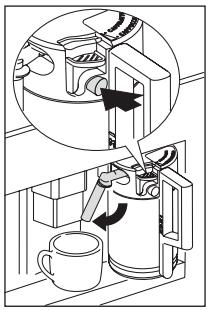

Abb. 33
- Positionieren Sie den Milchspender (Abb. 33) und stellen Sie dann eine ausreichend große Tasse unter Kaffeeauslauf und Milchspender.
- Stellen Sie einen Auffangbehälter unter den Milchspender (Abb. 33).
- Drücken Sie die Reinigungstaste (C3) (siehe Seite 34) am Deckel und halten Sie sie zum Starten der Reinigung mindestens 5 Sekunden lang gedrückt (Abb. 33).